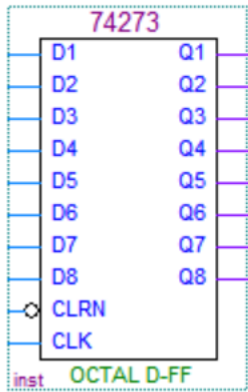
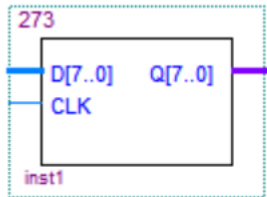

图 4-2 元器件库中的 74273
图 4-3 修改后的 273
2、修改 Quartus II 元器件库中的 74273 寄存器（如图 4-2 所示）的逻辑功能和外观，生成用户自定义框图符号 273（如图 4-3 所示）。
用户可以在库中元件的基础上修改元件的逻辑功能和外观生成符合需要的用户自定义元件，生成用户定义的框图符号。在 BUS.bdf 文件中插入寄存器元件 74273（点击工具栏上的按钮，进入元件库，在 Name 中输入 74273），如图 4-2 所示。然后双击 74273 框图符号，打开 74273.bdf 文件（read only），然后可以修改 74273 的逻辑电路，清零输入端（CLRn）接 VCC，使 74273 具有一个 8 位总线输入引脚和一个 8 位总线输出引脚。如图 4-3 所示。完成后将 74273.bdf 另存为 273.bdf。保存文件后，选择主菜单 files→Create/Update →Create Symbol Files for Current File，生成 273.bsf 文件。将三个 273 框图符号插入 BUS.bdf 文件中，将原来的 74273 符号删除。